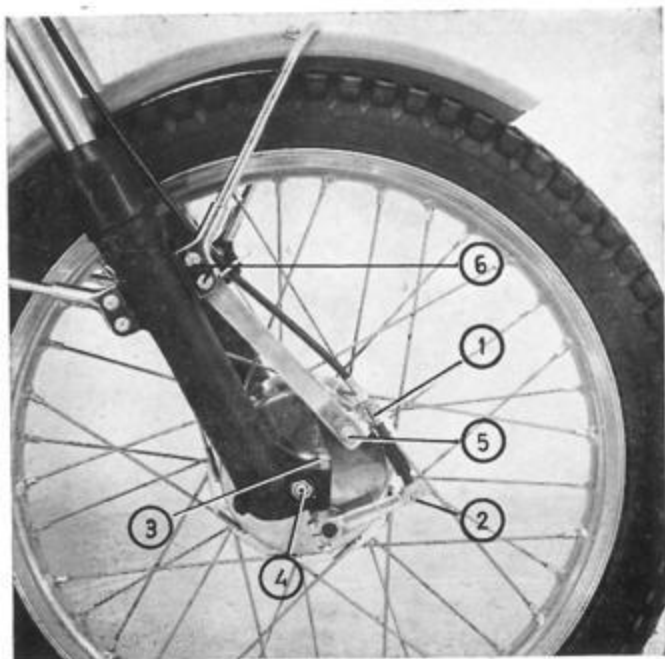

Fig 21
2. **Desmontaje de la rueda delantera.** Para ello, soportar la motocicleta de modo que la rueda delantera gire libremente. Destensar el freno delantero por los dos tensores, el del mando del manillar y el inferior de la palanca 1 (fig. 21). Aflojar el tirante de anclaje con llave de 10 mm. por arriba y desenroscar totalmente por abajo con llave de 14 mm. liberándola del plato portazapatas. Aflojar los 2 tornillos de cerraje con llave de 10 mm. Desenroscar la tuerca del eje con llave de 22 mm. y valiéndose del pasador-varilla introducido en la cabeza del eje, extraerlo por el lado izquierdo. Sacar la rueda y separar el plato portazapatas.
2. **Démontage de la roue avant.** Suspendre la moto pour que la roue avant puisse tourner librement. Détendre le frein avant par les deux tenseurs, celui de la commande du guidon et celui inférieure du levier 1 (fig. 21). Desserrer la fixation supérieure de la bride d'ancrage en utilisant une clé de 10 mm, et dévisser complètement la fixation inférieure avec une clé de 14 mm, pour la séparer du plateau porte-garnitures. Dévisser les 2 vis de serrage avec une clé de 10 mm. Dévisser l'écrou de l'axe avec une clé de 22 mm, et l'extraire par la côté gauche à l'aide de la tige coulissante introuite dans le bout de l'axe. Enlever la roue et ôter le plateau porte-garnitures.
2. **Removing the Front Wheel.** Support the frame so that the front wheel is off the ground. Loosen the front brake by means of the two adjusters, that on the handlebar lever and the lower one on the brake arm 1 (fig. 21). Loosen the upper anchor plate end with a 10 mm wrench and entirely unscrew the lower end with a 14 mm wrench, removing it from the backing plate. Loosen the 2 clamping bolts with a 10 mm wrench. Unscrew the axle nut with a 22 mm wrench, and by means of the dipstick remove it from the left. Remove the wheel from the motorcycle and take off the backing plate.